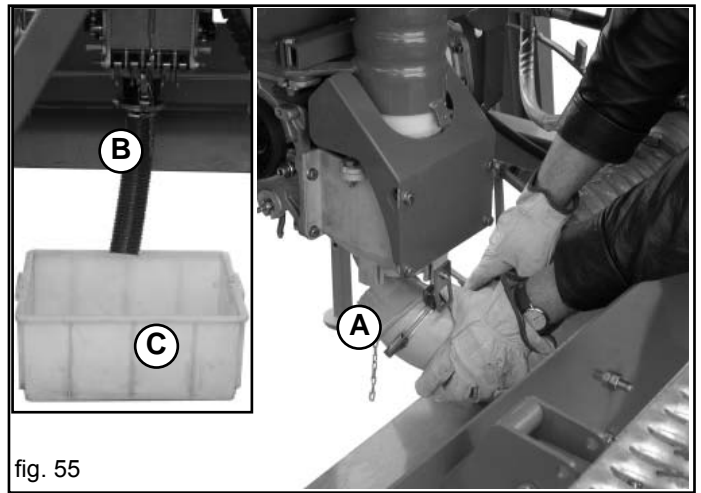

fig. 55
- 2) Den Bogen unter dem Einspritzerkanal entfernen (A, Fig. 55), durch Loesen des Schnellverschlusses ab.
- 3) Das beige stellte Sammelrohr (B, Abb. 55) in der gleichen Position anbringen, mit dem Schnellverschluss, am anderen Rohrende einen Sammelbehälter aufstellen (C, Fig. 55).